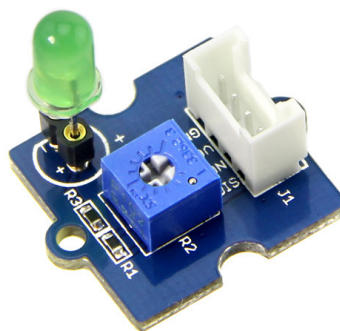
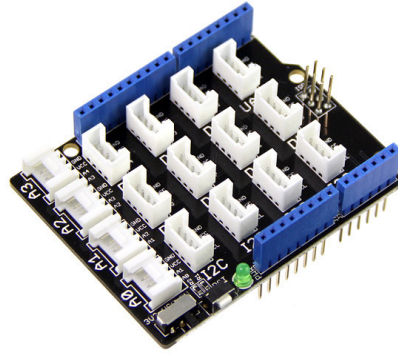

Figura 1: *Grove-LED Socket Kit.*
Figura 2: *Shield* base.
13. Utilizando o LED do *Grove Starter Kit*, mostrado na Figura 1 e o *shield* base mostrado na Figura 2, teste o programa desenvolvido em 12.